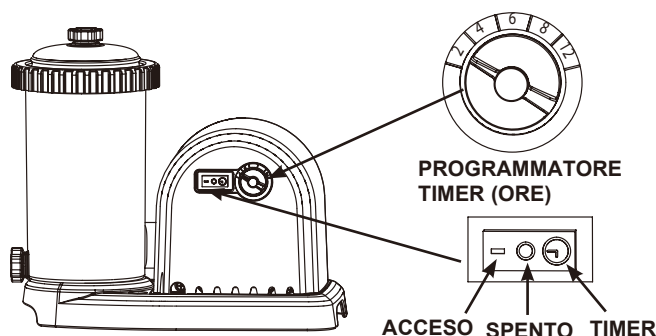

FIG 10
4. Quando l'acqua scorre nella pompa filtro, permetterà all'aria intrappolata di fuoriuscire attraverso la valvola (2). Quando tutta l'aria sarà fuoriuscita l'acqua scorrerà fuori dalla valvola (2). Quando l'operazione è terminata stringere la valvola (2) in senso orario.
- A. Impostare il timer alle ore di funzionamento desiderate. Vedi Tempo di funzionamento. Vedi Fig. 10